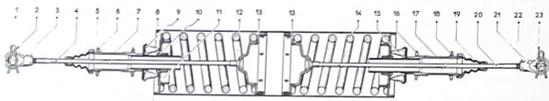

Fig. 5.1.—Sección en un cilindro de suspensión.
5.1.0.4. *Desacoplar los tirantes de la suspensión (fig. 5.1).*